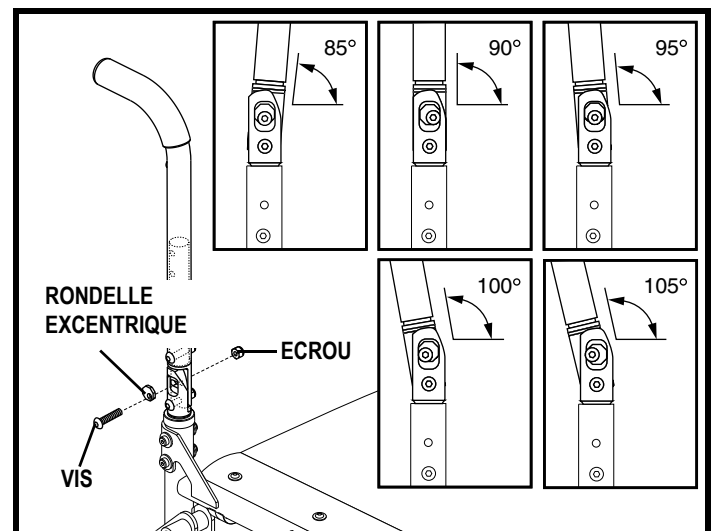

Figure 28. Réglage de l'inclinaison du dossier
Votre fauteuil roulant peut être équipé d'un dossier réglable en angle sur cinq degrés d'inclinaison différents. La plage de réglage se situe entre 85° et 105° à 5° d'intervalle. **Voir la figure 28.**
2. Pivotez la rondelle excentrique vers la position appropriée en fonction de l'angle d'inclinaison désirée. **Voir la figure 28.**